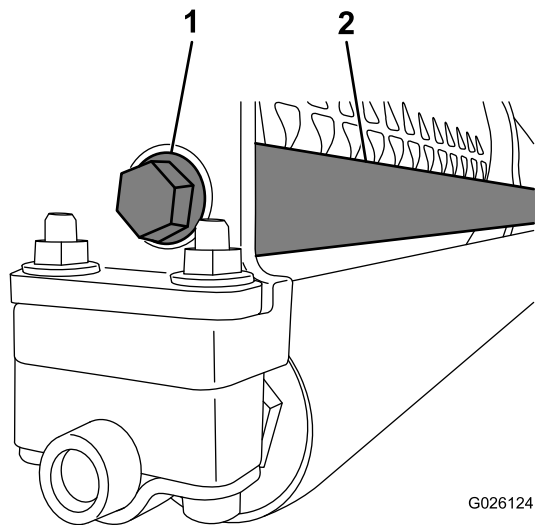

图6
4. 使用凸缘头螺栓将配重杆的螺纹端固定到机架上 (图 6)。